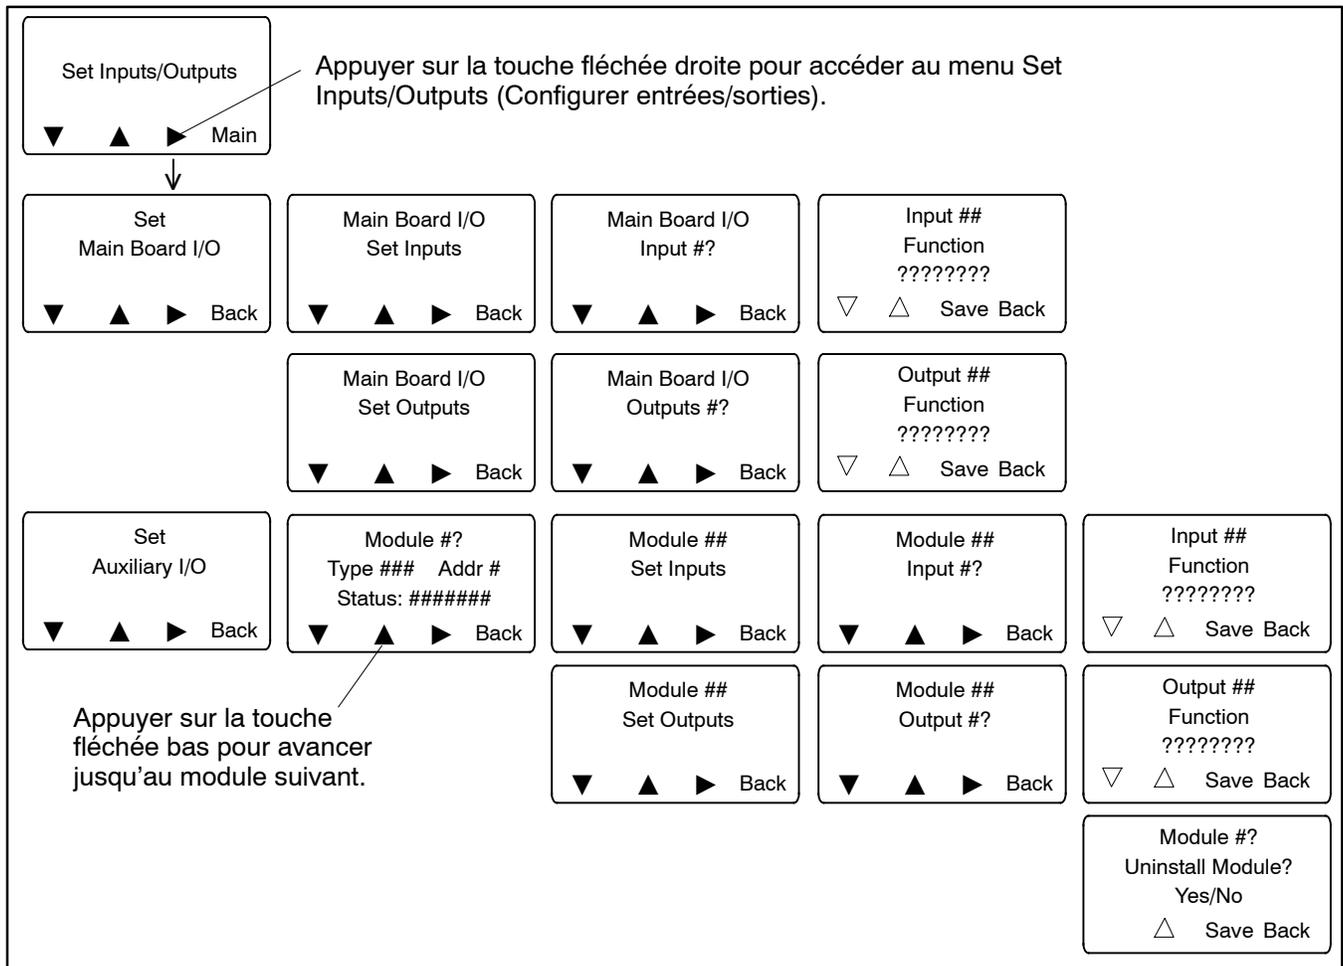

Figure 4-12 Affectation des entrées et sorties
- À l'aide du clavier et de l'écran du contrôleur ; voir Figure 4-12.